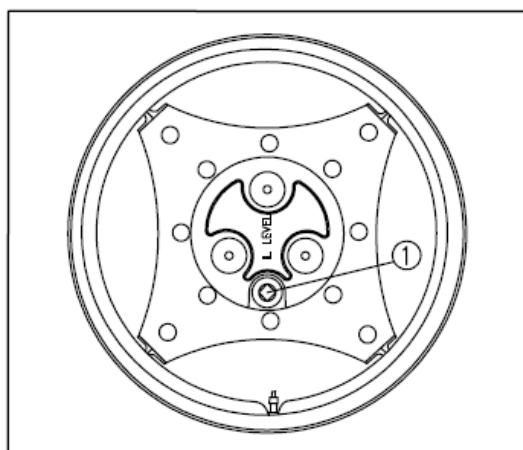

Fig. 5-29
Transmissões finais laterais Fig.5-29.
Coloque os bужões (1) (Fig.5-29) na linha central da roda. Encha com óleo do tipo especificado até ao nível dos orifícios.